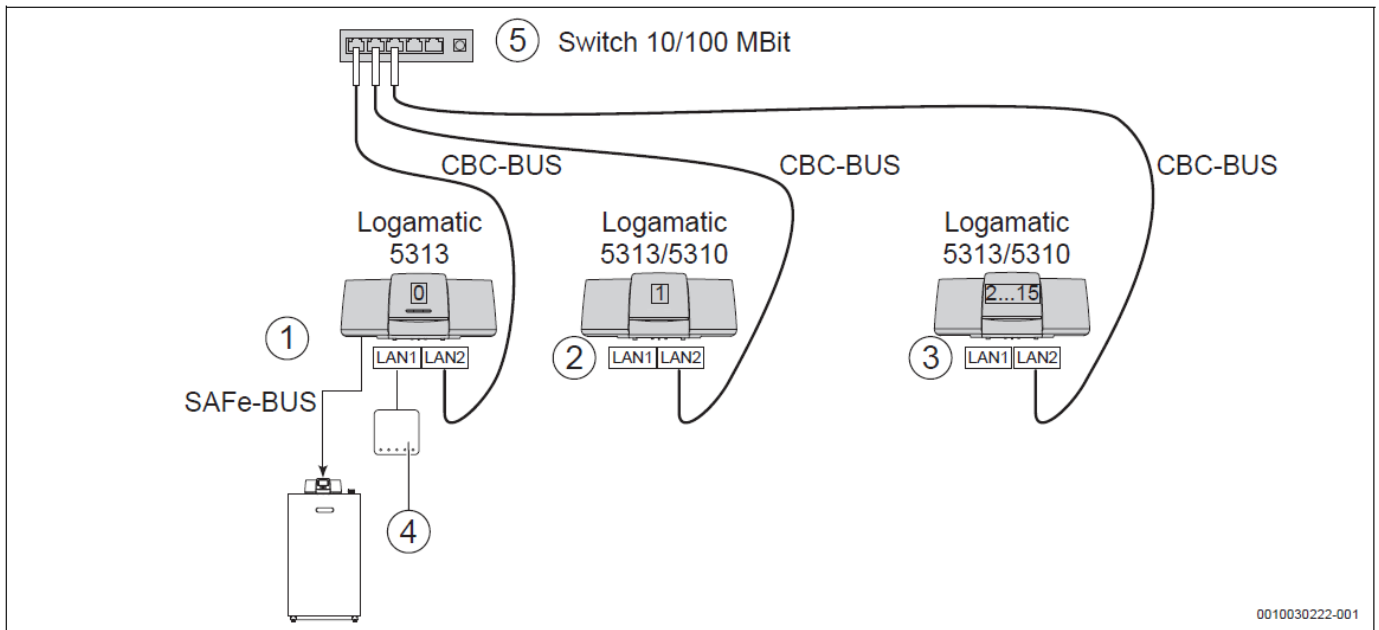
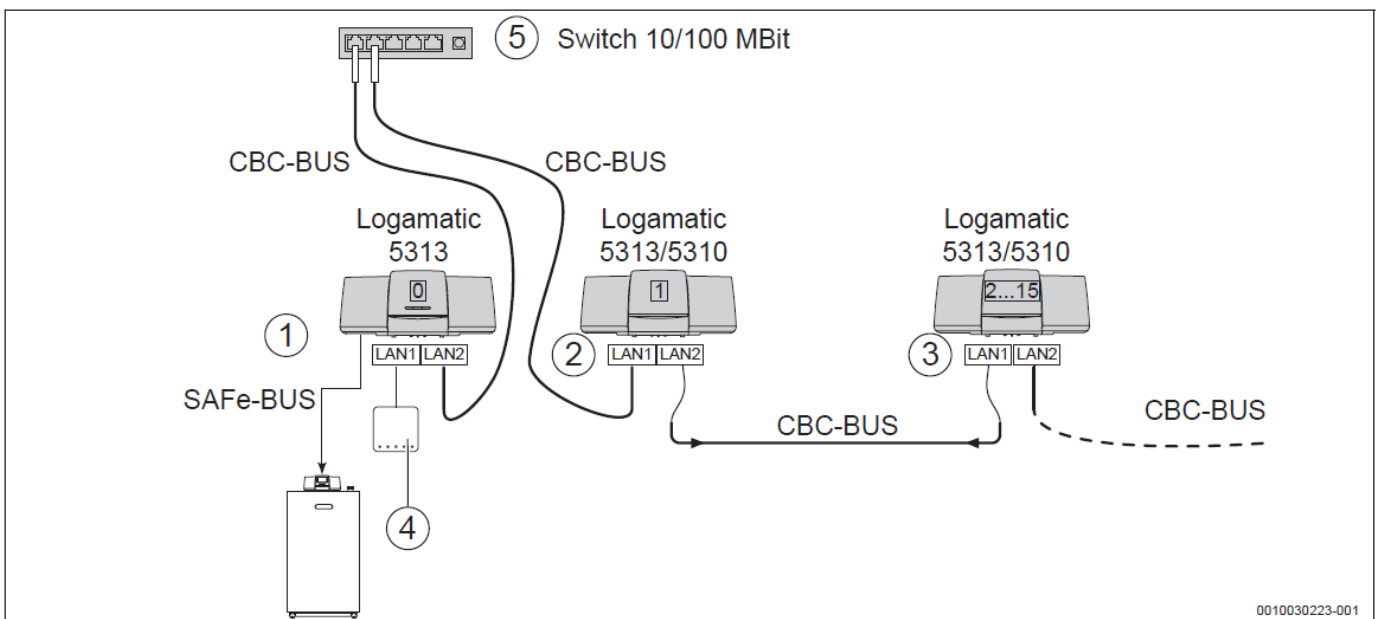

Рис. 6 Варіант 2: Шина CBC-BUS з зіркоподібним підключенням
Рис. 7 Варіант 3: Шина CBC-BUS з зіркоподібним та лінійним / послідовним підключенням
- Підключення систем керування (абонентів BUS-шини) здійснюється послідовно в ряд. Зіркоподібне підключення можливо за допомогою встановлення на місці монтажу стандартного мережевого комутатора на 10/100 Мбіт (→ Рис. 6, Стор. 13 та Рис. 7, Стор. 13). Перевага зіркоподібного підключення полягає в тому, що у випадку розриву лінії шини BUS припиняється обмін даними тільки з однією окремою системою керування, а в послідовному підключенні може зникнути зв'язок з декількома системами керування.